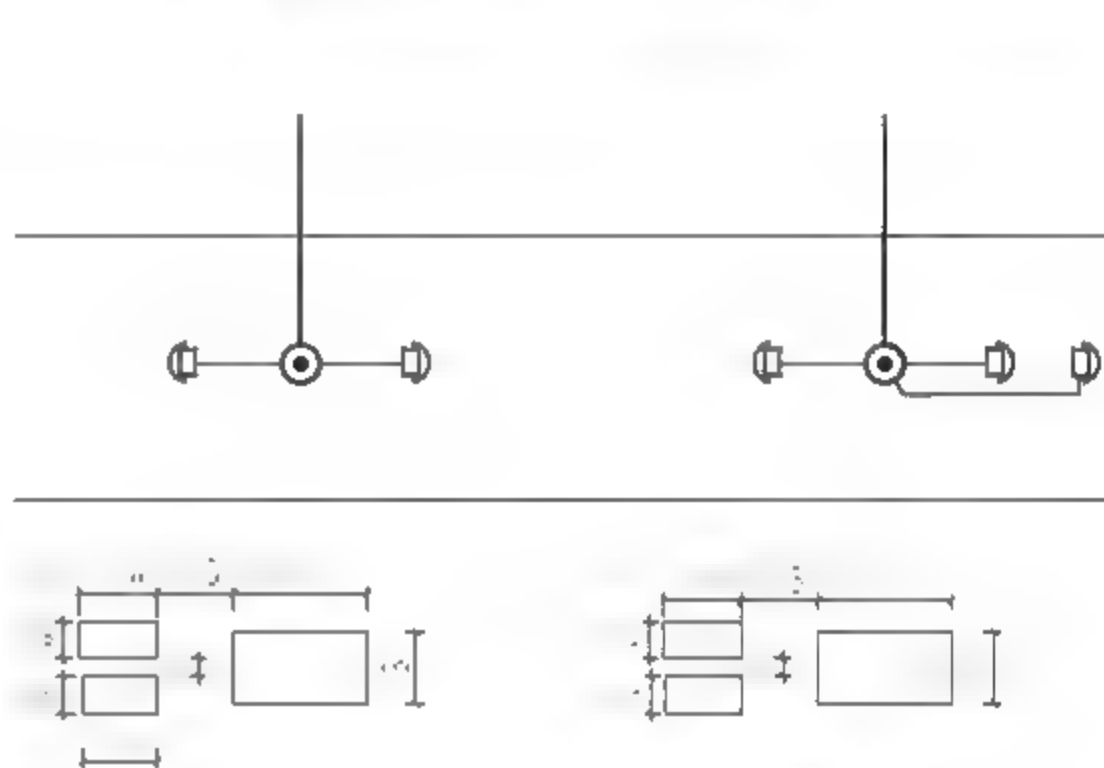

图13-47 绘制矩形
**04** 调用REC【矩形】命令，绘制矩形，表示门口机、电控锁等图形，结果如图13-47所示。